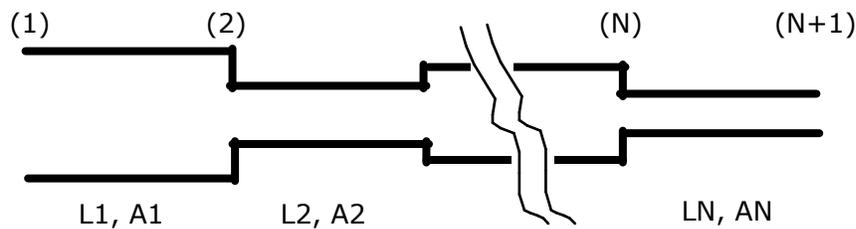

Figura 2.1.
- (a) Considere un tramo de tubería formado por N subtramos de largo L_i y área A_i , como se muestra en la Figura 2.1. Suponiendo fluido incompresible, tubería indeformable y que el flujo ocurre en régimen laminar, plantee una ecuación que permita determinar la variación impermanente del caudal en la tubería en función del valor del Bernoulli en los extremos de ella (secciones (1) y (N+1)).
Parte a. Si se tiene un sistema de N tuberías, con largos y diámetros particulares (Figura 2.1) es posible plantear las ecuaciones de Euler en cada tramo de tubería, suponiendo fluido incompresible y tubería indeformable: